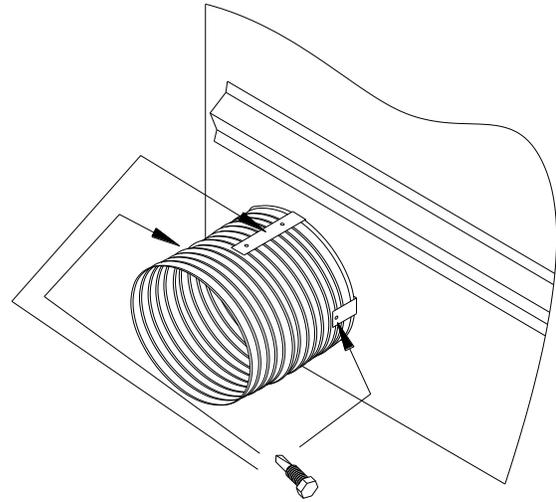

Figure 2 Installation de l'amorce d'entrée d'air ambiant
6. Insérez l'amorce d'entrée d'air ambiant dans le trou du foyer, à travers le revêtement, jusqu'au bourrelet. Utilisez trois vis auto-taraudeuses pour raccorder l'amorce (incluant le prolongement si c'est le cas) aux trois languettes prépercées (voir Figure 2). Vous pouvez utiliser l'un ou l'autre des deux trous sur la languette du dessus.